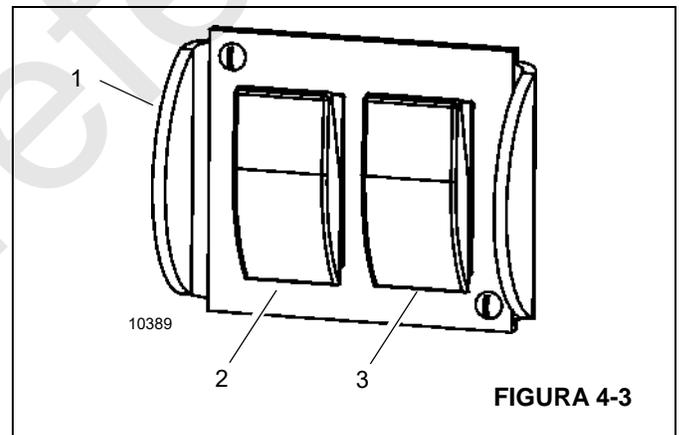

FIGURA 4-3
El interruptor de accionamiento momentáneo del malacate (1, Figura 4-3) se encuentra en el parachoques delantero. Utilice el interruptor de accionamiento momentáneo del malacate para subir o bajar el malacate principal (2) o auxiliar (3) cuando se almacena el aparejo de gancho o peso. Los interruptores de accionamiento momentáneo del malacate están activos cuando la pluma se repliega en el soporte de la pluma.